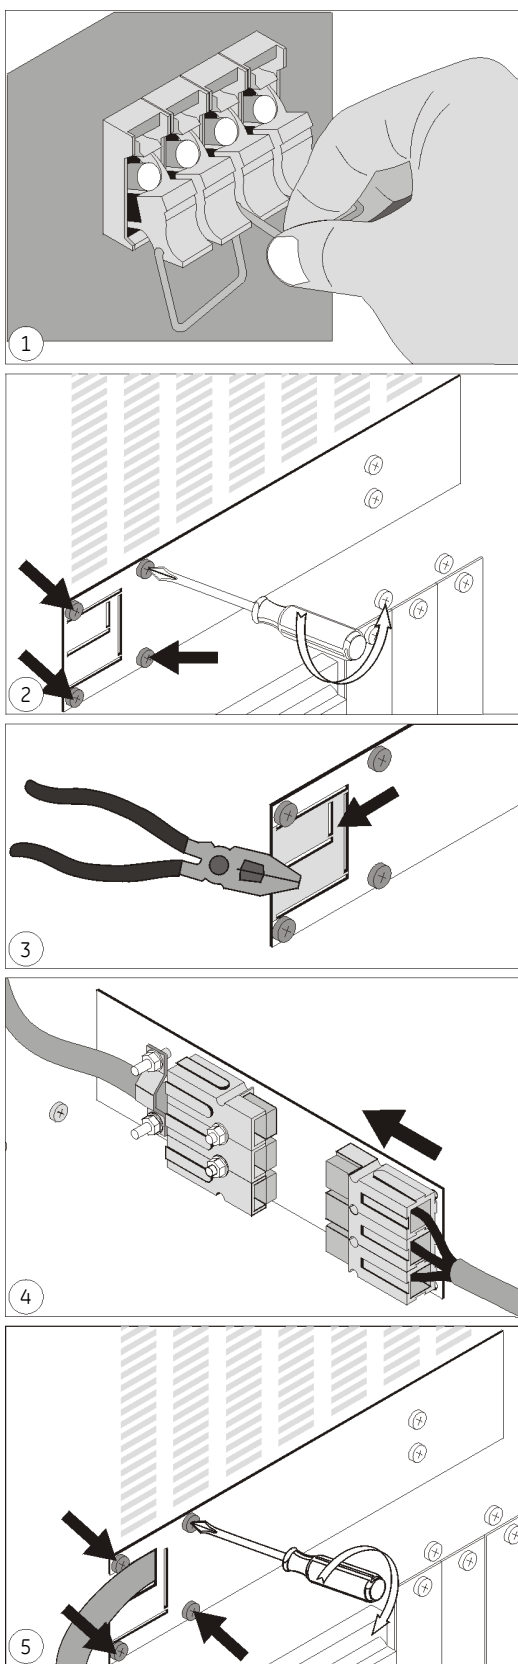

Bild 7. LP5/6-31T:
1. Öffnen Sie die Sicherungsfächer auf der Rückseite der USV (17) und Batterieerweiterung (18) und vergewissern Sie sich, dass die Sicherungen daraus entfernt worden sind.
2. Lösen Sie auf der Rückseite der USV die 4 Schrauben der Abdeckung des Gleichstromanschlusses (15) und öffnen Sie sie. Der Anschluss befindet sich auf der Innenseite der Abdeckung.
3. Einen Teil der Abdeckung herausbrechen: einen großen Teil (in Abb. 7 in Grau angegeben), wenn Ihre Batterieerweiterung mit einem Wirbel versehen ist (19, siehe Abb. 13a), sonst einen kleinen Teil. Falls zutreffend: den Wirbel an die Abdeckung montieren.
4. Verbinden Sie den Gleichstromanschluss der Batterie (15a) mit dem Gleichstromanschluss der USV (15). Wenn das Kabel einschnappt, ist es richtig fixiert.
5. Falls zutreffend: Führen Sie das Gleichstromkabel durch die Öffnung auf der linken Seite der Abdeckung des Gleichstromanschlusses (15) und befestigen Sie die Abdeckung wieder mit den 4 Schrauben.
6. Bei 14Ah-Batterien können über den Gleichstromanschluss der Batterie (15) weitere Erweiterungen angeschlossen werden. 7Ah-Batterieerweiterungen können nicht reihengeschaltet werden.
7. Setzen Sie die Batteriesicherung der USV (17) ein. Setzen Sie die 2 (7Ah) oder 4 (14Ah) Sicherungen der Batterieerweiterung wieder ein (18). Schließen Sie die Sicherungsfächer (17, 18).